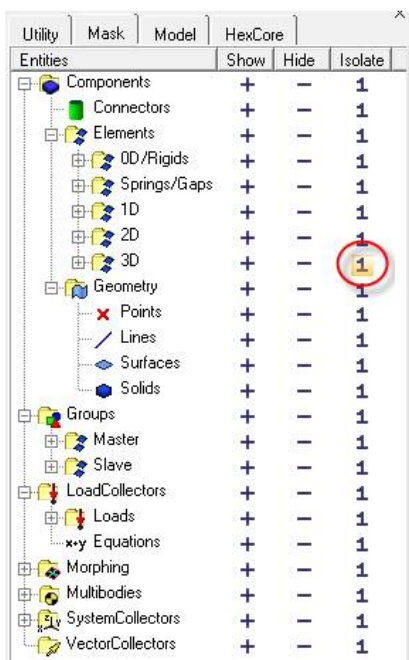

图 5-197 仅显示体单元
- (1) 在 Model Browser 中，右击 component 并选择 Create。
- (2) 输入名称 fluid 并单击 Create 按钮。
- (3) 右击 Component 选择 show 来撤销隐藏的效果。
- (4) 从 view 菜单中，选择 Mask Browser，结果如图 5-197 所示。